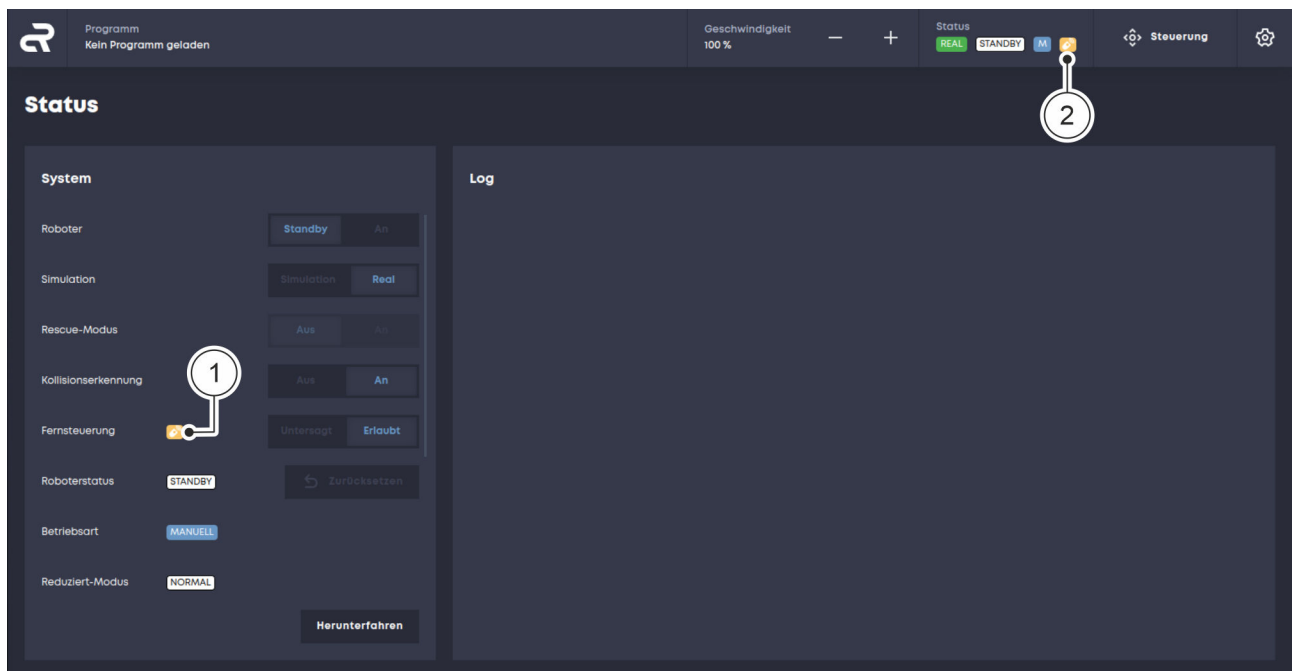

Abb. 47 Übersicht Symbole
- Symbol im Menü „Status“ Abb. 47/①
- Symbol in der Statusanzeige Abb. 47/②